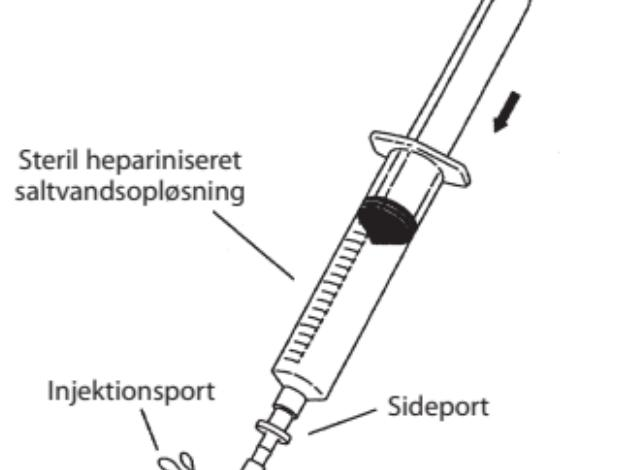

Fig. 2
- Tilslut dobbeltcheckventilen til den gennemsigtige Tuohy-Borst adapter. Tuohy-Borst ventilen bør være helt lukket. Tilslut en 20 mL sprøjte fyldt med hepariniseret saltvand til sideporten på dobbeltcheckventilens adapter og tøm langsomt luft ud af injektionsporten. (Fig. 2)